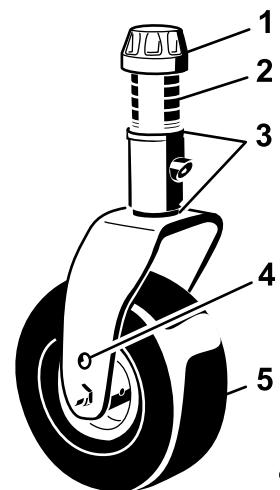
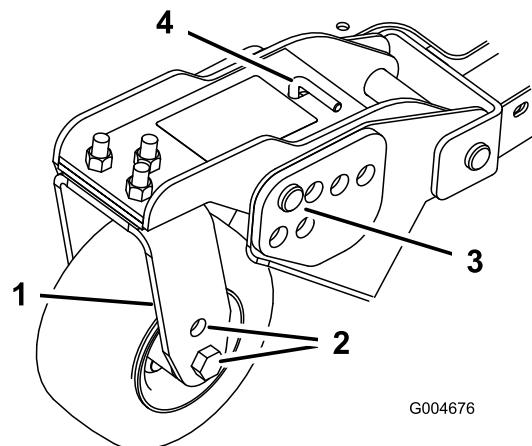
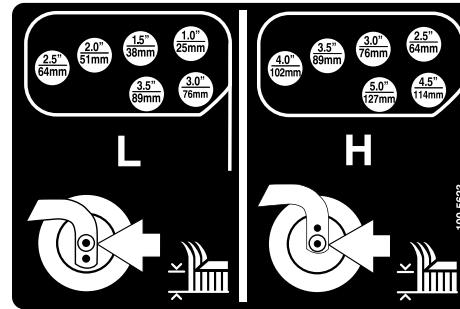

Bild 21
Bild 23
Bild 24
1. Stecken Sie die Laufradachsen in allen Laufradgabeln in die gleichen Löcher (Bild 21 und Bild 23).
2. Entfernen Sie die Spannkappe von der Spindelwelle und ziehen die Spindel aus dem Laufradarm heraus (Bild 21).
6. Entfernen Sie den Splint und die Lastösenbolzen von den Laufradgelenkarmen (Bild 23).
7. Drehen Sie die Spannstange, um den Gelenkarm anzuheben oder abzusenken, bis die Löcher mit den ausgewählten Löchern in der Schnitthöhenhalterung im Mähwerkrahmen ausgerichtet sind (Bild 23 und Bild 24).